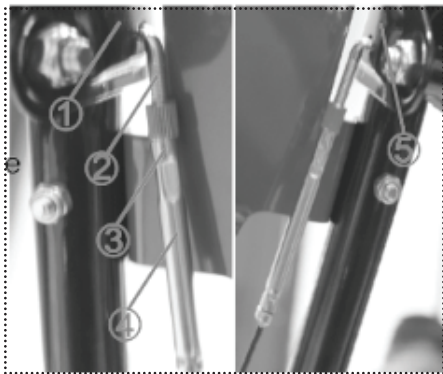

Рис. 10
Закрутите 2 болта сцепления (2) в отверстия слева и справа от рукоятки сцепления. Присоедините и зафиксируйте левую и правую втулку (4) и болт (2) с резьбовым штифтом до тех пор, пока кабель не выпрямится и не заблокирует его контргайкой (3) (рис. 10).